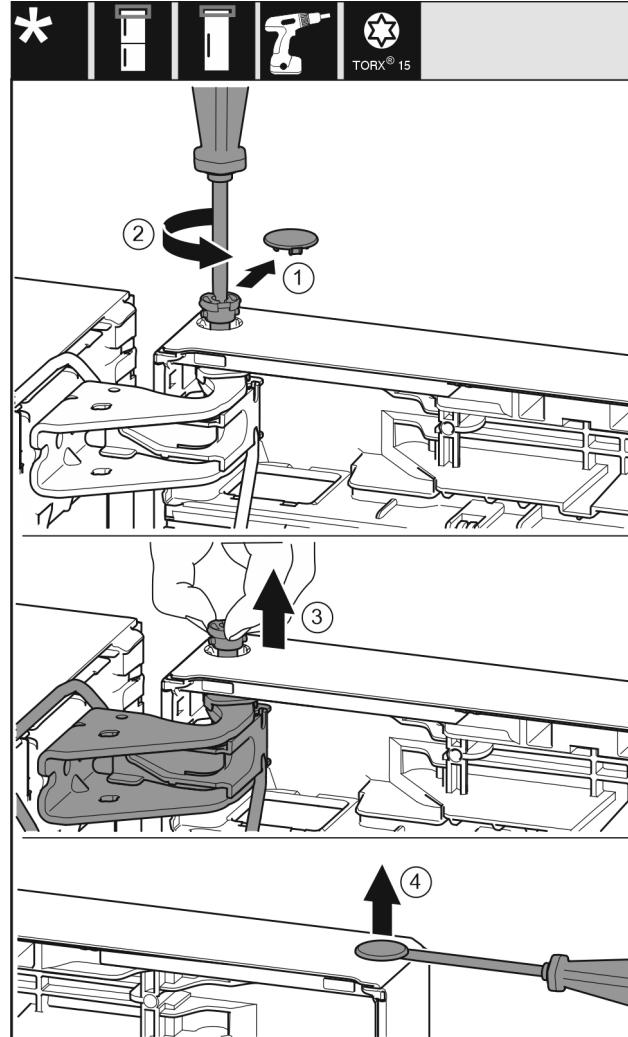

Fig. 22
- Свалете внимателно предпазния капак. Fig. 22 (1)
- С отвертка T15 отвийте малко болта. Fig. 22 (2)
- Задръжте здраво вратата и извадете болта с пръсти. Fig. 22 (3)
- С плоска отвертка внимателно повдигнете тапата от лагерната втулка на вратата и я извадете. Fig. 22 (4)